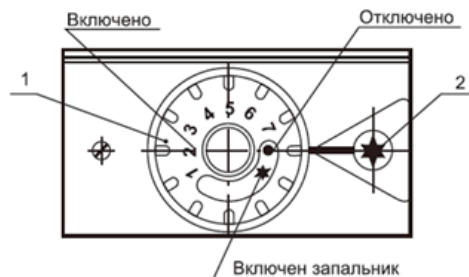
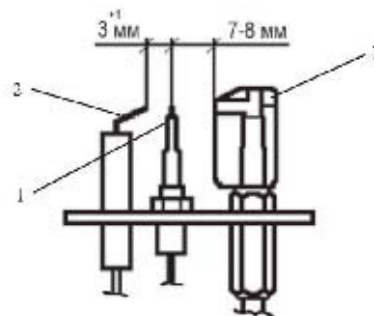

Рис. 3. Блок автоматики EUROSIT
Рис.4. Горелка запальная
Установка требуемой температуры воды производится: ручкой управления 1 (Рис. 3) от 30 °C до 90 °C, а ее контроль выполняется по термометру.
Горелка запальная Рис. 4 состоит из запальника, термопары, свечи пьезорозжига и розжига основной горелки.
- нажимать ручку пьезорозжига 2 (Рис. 3), вращать ручку управления 1 (Рис. 5) без надобности;
- настраивать ручку управления 1 (Рис.3) на температуру воды выше 90 °С;
- стучать по горелке, автоматике, поворачивать ручку крана газового, ручку управления 1 (Рис. 3) с помощью ключей, плоскогубцев и других инструментов;
13. Проверьте работу пьезорозжига. При нажатии на кнопку пьезорозжига 2 (рис. 3) должна проскакивать искра между электродом свечи пьезорозжига 2 (Рис. 4) и термопарой 1.
14. Установите ручку управления 1 (Рис. 3) блока автоматики в положение «Выключено» «*». Осуществите последовательное включение котла см. п.3. раздела «Порядок работы».